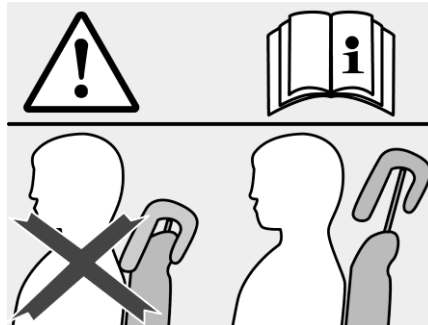

Bild 18 Korrekt inställning av nackstöden
- Dra nackstödet uppåt eller tryck nedåt tills det har nått lämplig position (Bild 18).